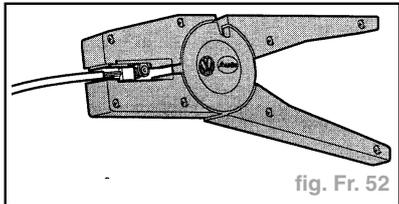

fig. Fr. 52
- Dénuder avec la pince à cet effet à 15 mm de l'extrémité du câble et replier la moitié de la partie dénudée (fig. Fr. 52).